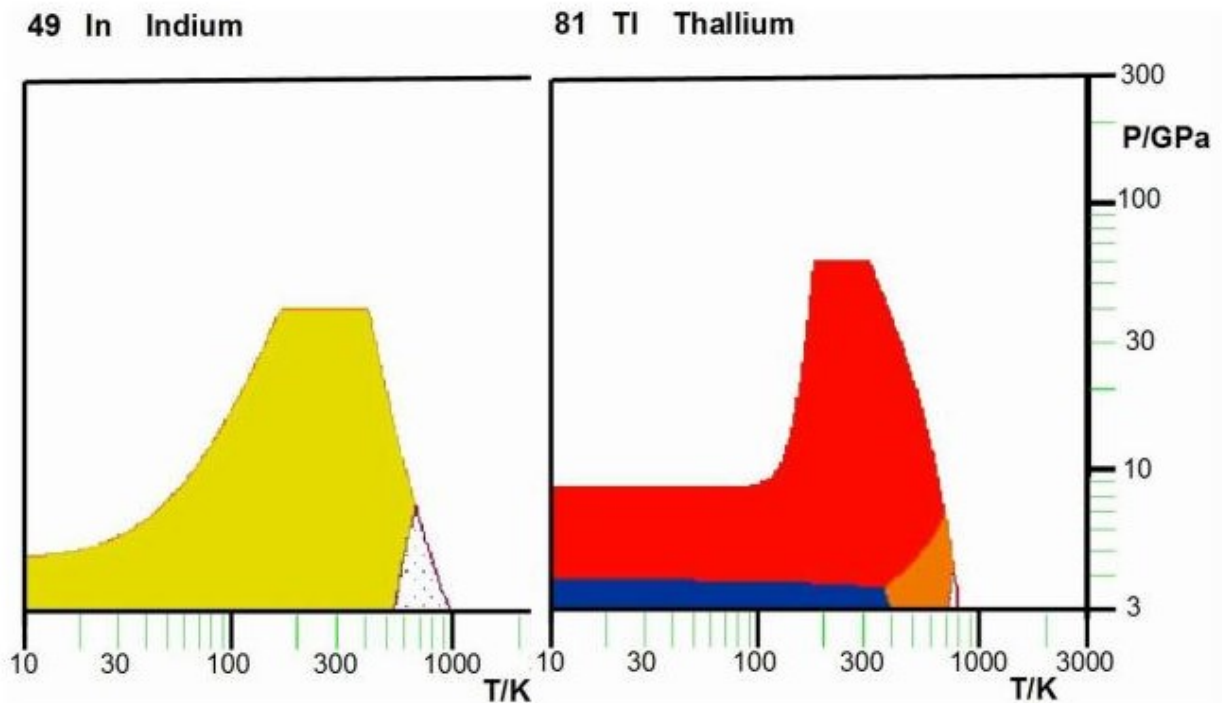

Abbildung 56: Der schwere Rest der Bor-Familie
**Helen:** Nach diesem bunten Gallium erscheint die Landkarte für Indium im Bild 56 jetzt ja direkt langweilig!